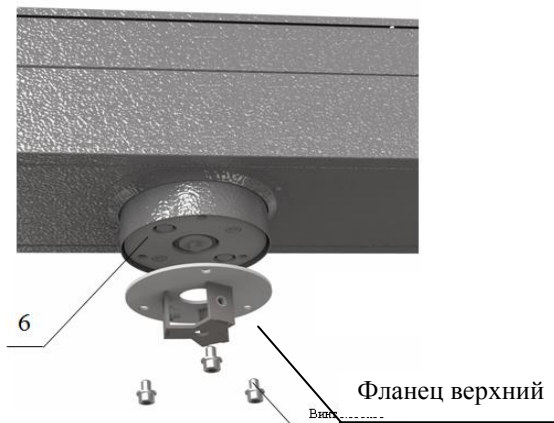

Рис. 3
## 2. Сборка центральной стойки (Рис. 3 и Рис. 4):
- установите на диск муфты привода (рис.3) верхний фланец центральной стойки и закрепите винтами М10х16; в первую очередь установите на посадочные плоскости фланцев лопасть с внутренними кронштейнами (рис.4) и закрепите винтами М8 (не затягивая их);